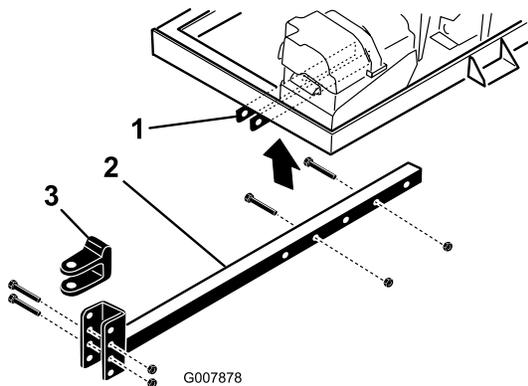

Figura 7
2. Introduzca la barra del enganche en los soportes del bastidor (Figura 7). Sujete la barra al bastidor con 2 pernos (3/8 x 3 pulgadas) y tuercas con arandela prensada (3/8 pulgada).
- Retire los pernos y las contratuercas que sujetan la horquilla de enganche (Figura 7) a la barra de enganche.
- Retire los pernos y tuercas que sujetan la barra de enganche a los soportes del bastidor (Figura 7).